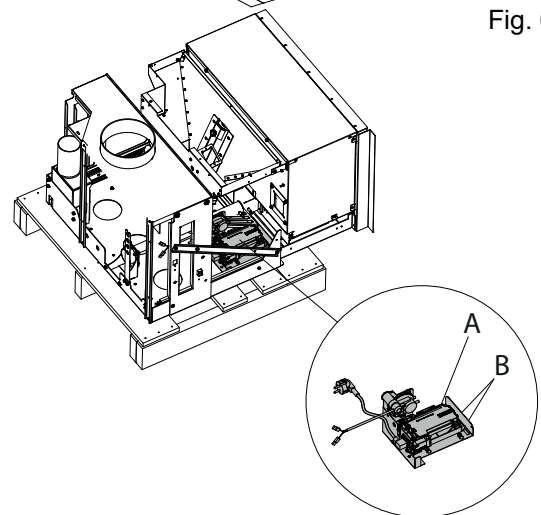

Fig. 6.1.4A
7. Gleichzeitig die Karteneinheit (A) mit den zwei Schrauben (B) montieren, dann die Einheit vorsichtig auf den festen Unterteil der Maschine stellen (Abb. 6.1.4A).
15. Die Karteneinheit (A) (Abb. 6.1.4A) wieder anmontieren.